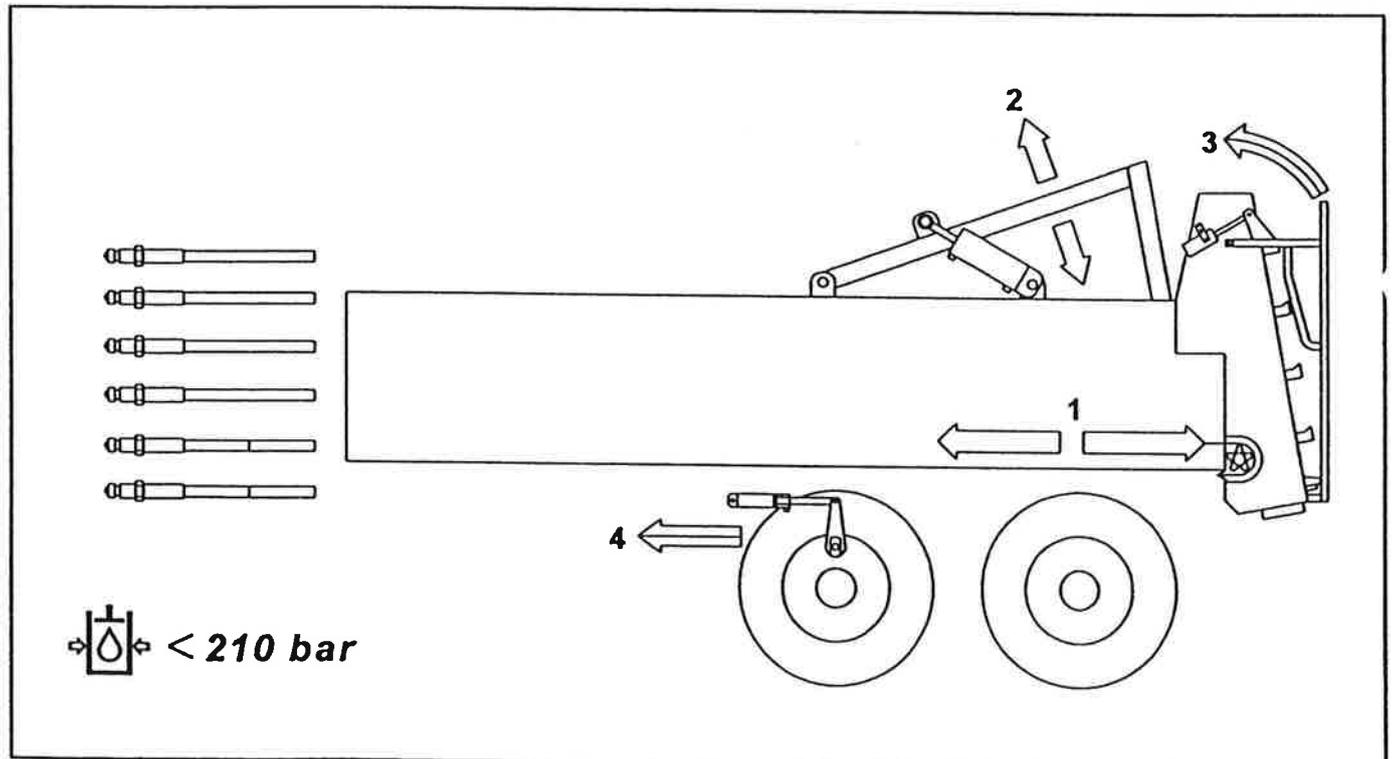

Fig. 23
- Fig. 23 : Diagramm für den Anschluss der Hydraulikschläuche.